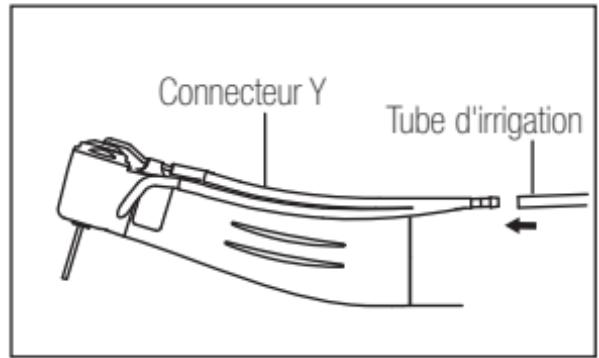

Fig. 5
- 2) Connectez bien le tube d'irrigation au connecteur en Y. (Fig. 5)